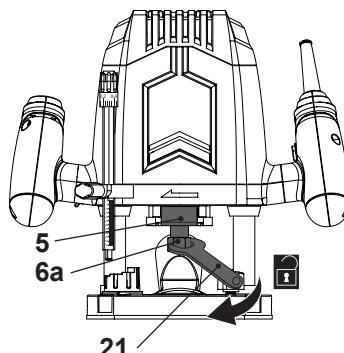

Fig. 3
- > Aperte a alavanca de fixação da profundidade (16).
> Pressione o bloqueio do veio (5) e mantenha-o nesta posição enquanto desaperta a porca de fixação (6a) com a chave (21) (Fig. 3).